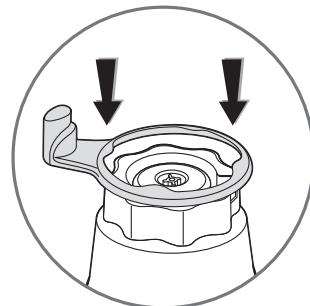

fig.3
2. Placez le support cuillère (G) sur le bloc moteur (H) (fig. 3).